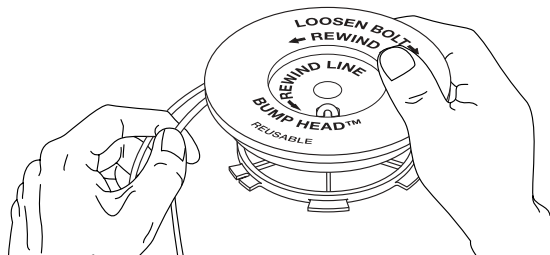

Fig. 37
7. Bobine las líneas en capas parejas y ajustadas sobre el carrete (Fig. 37). Bobine la línea en la dirección indicada en el carrete interior. Coloque su dedo índice entre las dos líneas para evitar que se superpongan. No superponga los extremos de la línea. Proceda al paso 11.